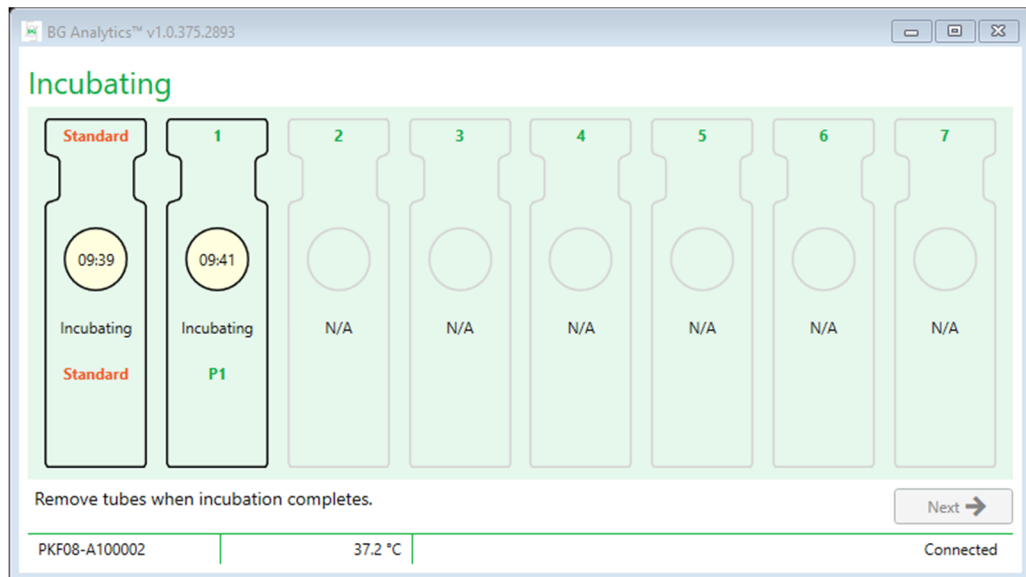

Abbildung 10. BG Analytics®-Inkubieren-Bildschirm mit STAT STD in der Standard-Kavität und einem (1) Patientenprobenröhrcchen in Kavität Nr. 1
2. Setzen Sie jedes Röhrcchen in die entsprechende Kavität des PKF08 ein, um den Inkubationsschritt zu starten (Abbildung 10). Jede Kavität wird einzeln zeitgesteuert.